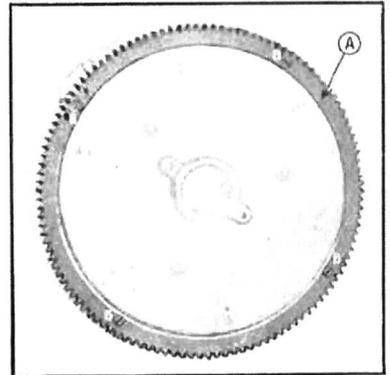

Fig. 341. — Couronne du démarreur (A) montée sur le carter d'embrayage et fixée par les vis (B).
- 11—Enlever les vis à têtes rondes encastrées dans la couronne de démarrage et fixant la couronne sur le carter d'embrayage (*fig. 341*).